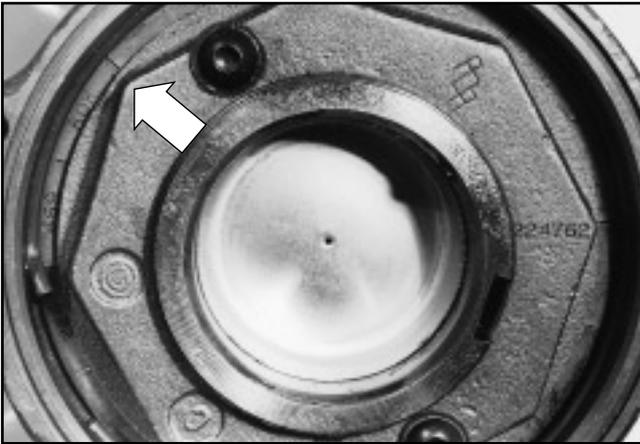

FIG. 10
**3.16.3** Staccare la chiave per dadi di mozzo. Ruotare il dado in SENSO ORARIO (ossia per 'stringerlo'), fino a quando gli spigoli del dado non risultano allineati rispetto al segno SUCCESSIVO più vicino sulla superficie della rondella di fermo (Fig. 10).